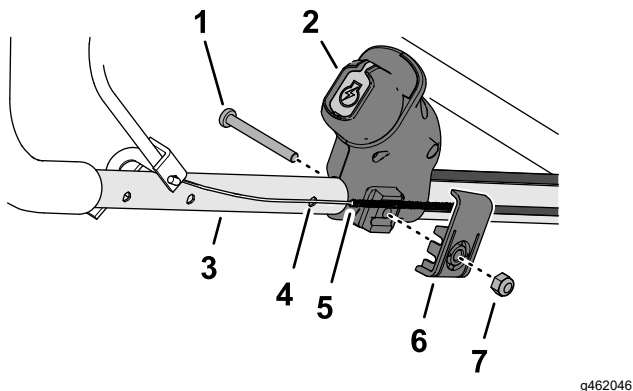

Figura 12
1. Installate l'interruttore di avviamento elettrico sulla stegola come illustrato (Figura 12).